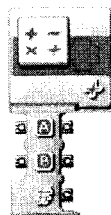

Рис. 42. Группа **Данные**, блок **Математика**
8. В группе **Данные** выберите блок **Математика** (рис. 42) и перенесите на коммутатор действий.